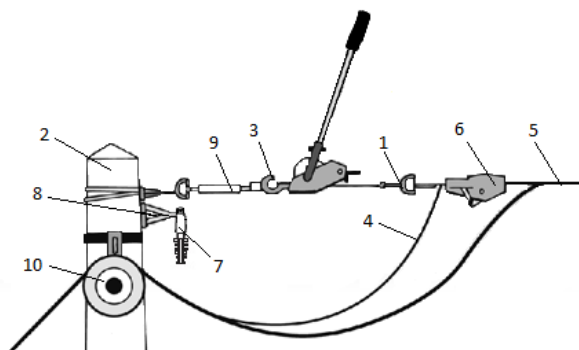

Рис. 2. Схема монтажа СИП с применением ручной лебедки РТ 500
Производится предварительная натяжка СИП через ролик раскатки СИП РТ5. На рис.2 показан монтаж СИП с несущим проводом (4), который фиксируется в анкерном зажиме (7) либо в монтажном зажиме типа SCT 50.70. После фиксации монтажного зажима (6) на жгуте СИП (5) в ушко на зажиме пропускается подвижный крюк лебедки (1), и жгут подтягивается к крюкштейну в верхней части опоры.